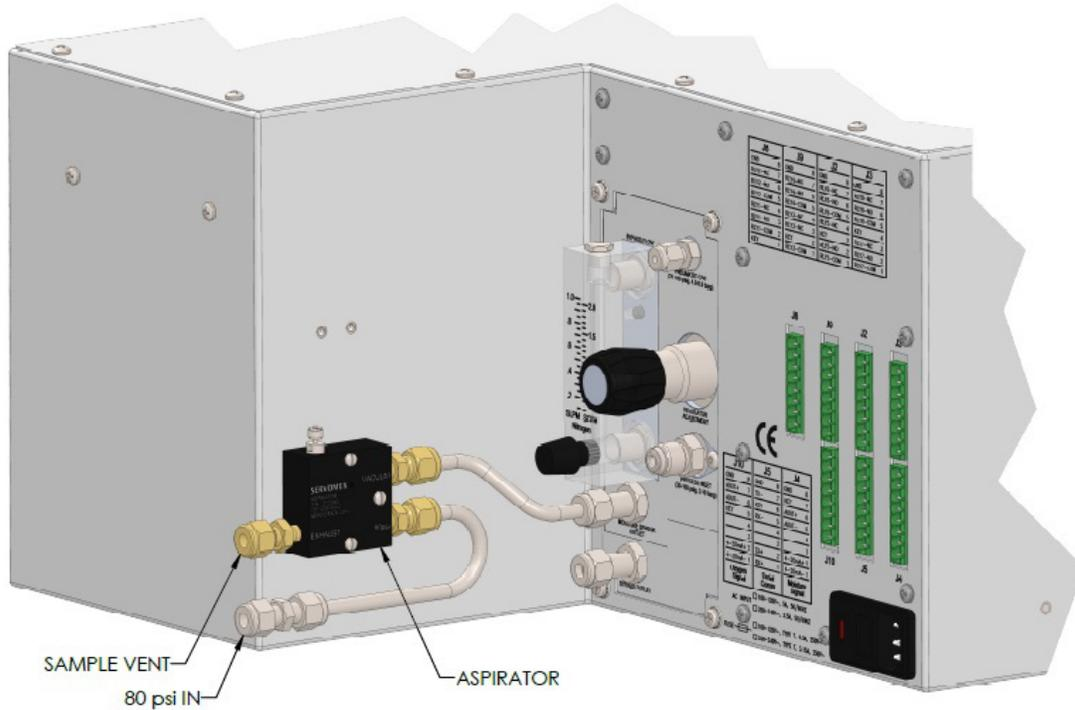

图 21: 吸气器安装
17. 如果分析仪配置了吸气器，请将 80psi 气体供给管路连接到分析仪。吸气器需要在 80 PSI 时达到 15 LPM 才能具有最佳运行状态。请参阅下文的图 21。